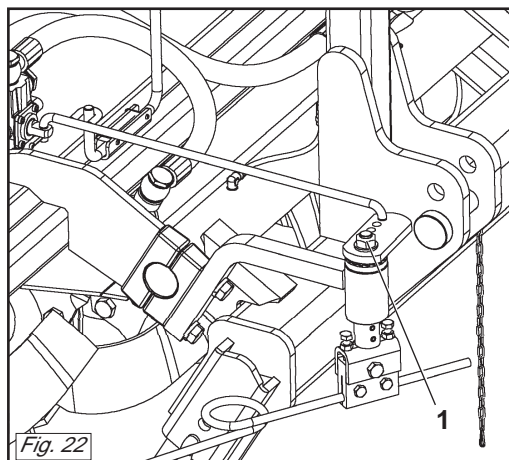

Fig. 22
- Allentare il dado del perno porta tastatore (1 Fig. 22).
- Serrare a fondo il dado del perno porta tastatore (1 Fig. 22).
- Loosen the nut of the pin holding the feeler (1 Fig. 22).
- Fully tighten the nut of the feeler holding pin (1 Fig. 22).
- Die Mutter (1 Abb. 22) der Gewindestange, die den Taster trägt, lockern.
- Die Befestigungsmutter (1 Abb. 22) der Gewindestange wieder anziehen.
- Desserrez le écrou de l'axe fileté porte-palpeur (1 Fig. 22).
- Serrez à fond le écrou de l'axe porte-palpeur (1 Fig. 22).
- Aflojar la tuerca del perno roscado porta-palpador (1 Fig. 22).
- Ajustar bien la tuerca del perno porta-palpador (1 Fig. 22).